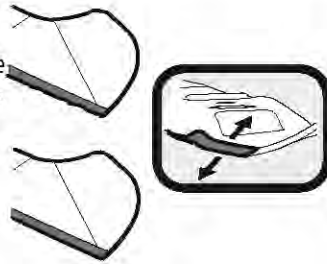

Figure 52
1. Pour aiguiser correctement les lames de coupe, aiguissez les deux tranchants des lames de façon égale, parallèlement à la voile, à un angle de 25 à 30 degrés. Aiguissez toujours chaque lame de coupe de façon égale pour assurer l'équilibre des lames. Voir Figure 52.